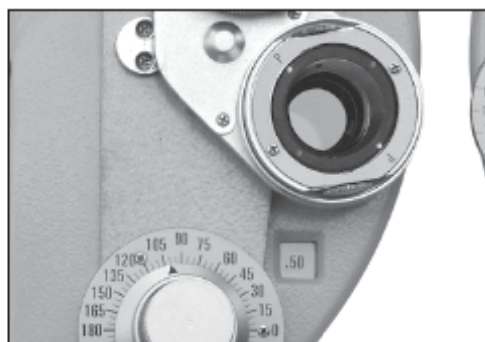

Fig.39
(7) Rotiți din nou lentila pentru a face o comparație. Dacă diagrama prezentată în Fig.39 este cea mai clară, puterea dioptriei ar trebui să fie scăzută cu 0,25D deoarece punctul alb este poziționat la P. Dacă punctul roșu este poziționat la P, înseamnă că puterea dioptriilor este crescută cu 0,25D, astfel se adaugă total 0,5D.
(8) Rotiți din nou lentila pentru a verifica constatarea. Dacă Testee raportează că diagrama din setarea Fig.39 este cea mai clară, puterea corectă modificată ar trebui să fie între 0,25D și 0,5D. Prin urmare, puterea precisă ar trebui să fie -0,62D.